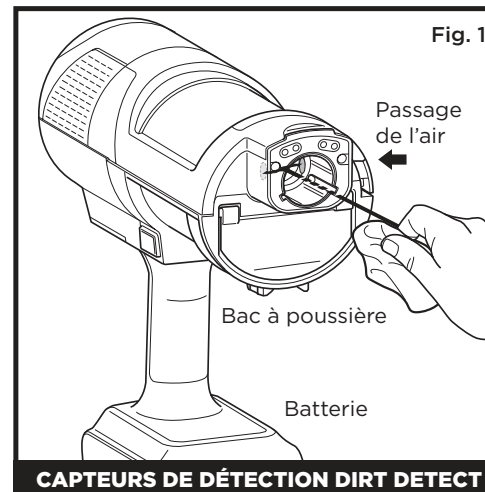
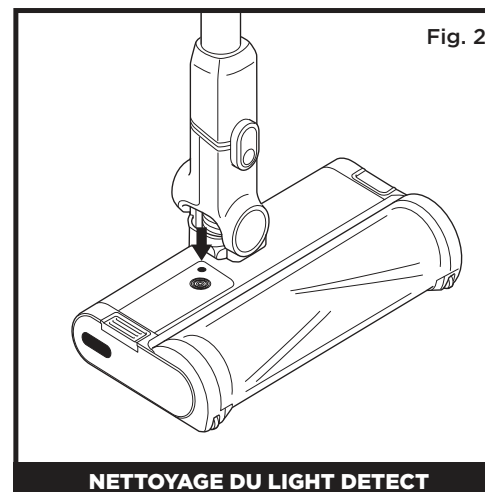

Fig. 1 CAPTEURS DE DÉTECTION DIRT DETECT
Fig. 2 NETTOYAGE DU LIGHT DETECT
Nettoyage des capteurs (Fig. 1) :
2. Localisez le capteur DirtDetect à l'intérieur de la tête d'aspiration de l'aspirateur à main (Fig. 1), le capteur LightDetect sur la partie supérieure de la tête d'aspiration (Fig. 2), et le capteur EdgeDetect sur le côté de la tête d'aspiration (Fig. 3).